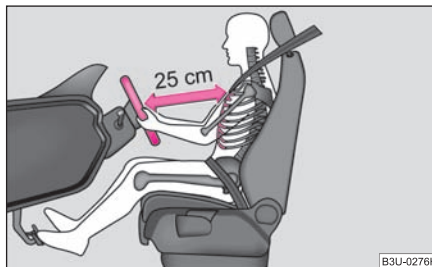

Fig. 106 Distanța corectă a conducătorului față de volan
- Reglați astfel scaunul șoferului încât distanța dintre volan și torace să fie de cel puțin 25 cm ⇒ fig. 106.
- **Între șofer și volan trebuie să existe o distanță de cel puțin 25 cm ⇒ pagina 98, fig. 106. Dacă nu se respectă această distanță, sistemul airbag nu își poate exercita eficiența maximă – Pericol!**